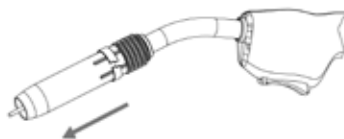

Рис. 7.11. Порядок заправки сварочной проволоки.
9. Заправьте сварочную проволоку (см. рис. 7.11).